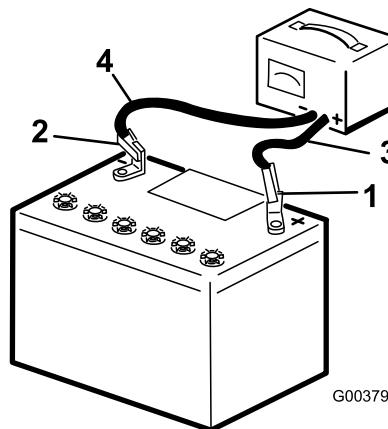

Figura 50
2. Carregue a bateria durante 4 a 8 horas a uma taxa de 3 a 4 A (Figura 50). Não carregue demasiado a bateria.
- 3. Quando a bateria estiver totalmente carregada, desligue o carregador da tomada elétrica e em seguida desligue os cabos do carregador dos bornes da bateria (Figura 50).